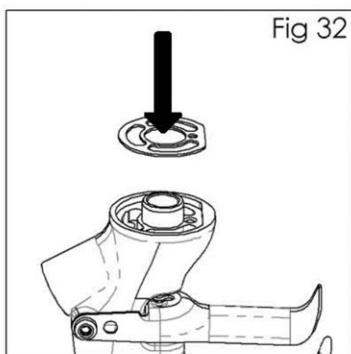

Fig 32
8. Bringen Sie eine neue Dichtung (10) vorne an der Spritzpistole an und versichern Sie sich, dass der flache Teil auf der Dichtung mit dem flachen Teil der Spritzpistole ausgerichtet ist. (Siehe Abb. 32).